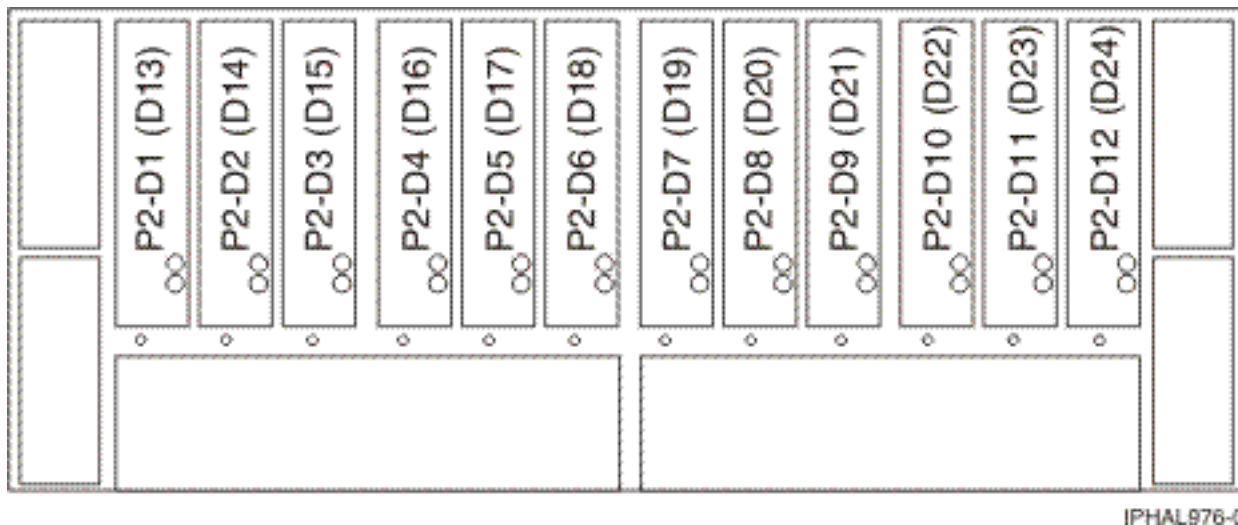

図 28. 5786、5787、7031-D24、または7031-T24 SCSI ディスク・ドライブ・エンクロージャーの背面図
- 左下のリピーター・カード (C4) は、背面左側のスロット 6 つ (D13 から D18) を駆動する。図 28を参照してください。
- 右下のリピーター・カード (C5) は、背面右側のスロット 6 つ (D19 から D24) を駆動する。図 28を参照してください。